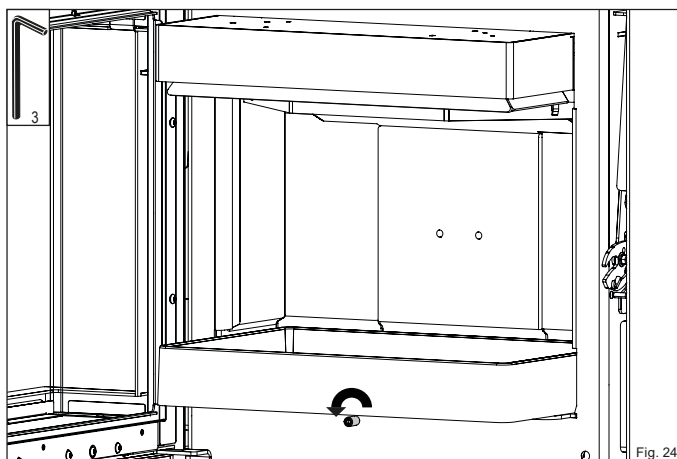

Fig. 24
- ▶ Desserrez la vis sans tête de maintien de la sole foyer (Fig. 24)